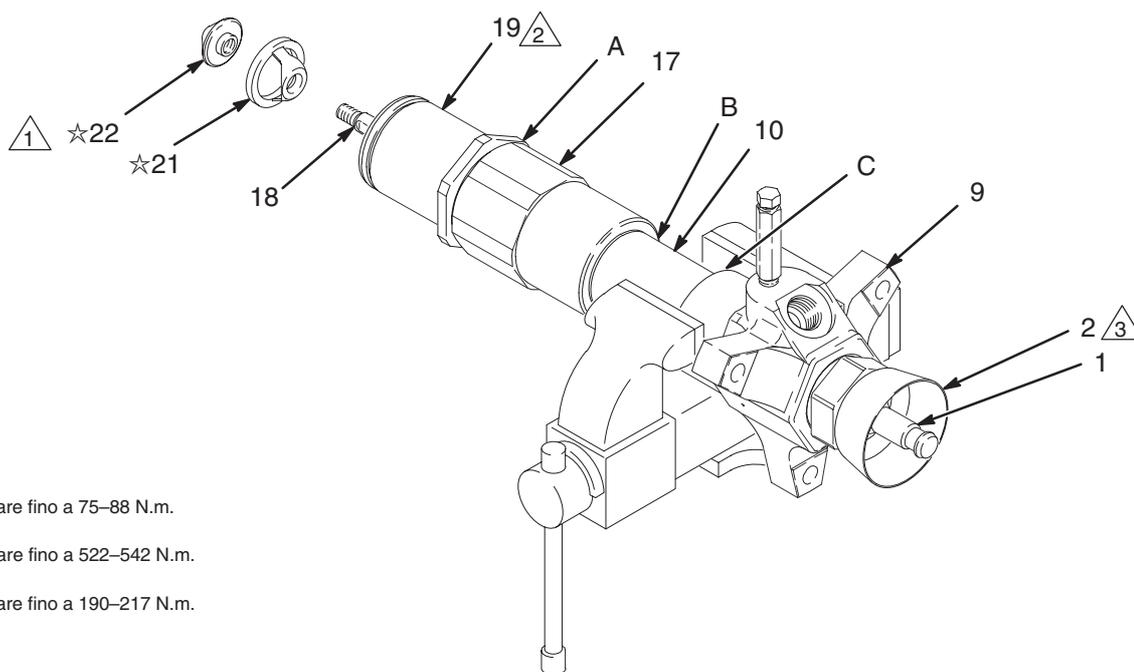

Fig. 4
1. Arrestare la pompa nel ciclo inferiore, con le rondelle dell'asta del pistone di adescamento (18) esposta al di sotto del cilindro di ingresso (19). Non è necessario scollegare il pompante dal motore, ma è possibile che sia necessario scollegarlo dalla piastra riscaldata.
3. Mantenere le viti dell'asta del pistone di adescamento (18) con una chiave regolabile ed utilizzare una seconda chiave per svitare la sede del pistone di adescamento (22) dall'asta. Far scivolare il pistone di adescamento (21) dall'asta. Ispezionare le superfici interne ed esterne del pistone (21) per scorie, usure o altri danni.
4. Fare scorrere il pistone di adescamento (21☆) sull'asta (18) fino a quando non si arresta. Mantenere l'asta (18) diritta con una chiave sulle rondelle, ed avvitare la sede (22☆) sull'asta con un'altra chiave. Serrare fino a 75–88 N.m. Vedere la Fig. 4.
3. Montare la pompa in una morsa, con il corpo dell'uscita (9) posizionato come illustrato nella Fig. 4 a pagina 11.
4. Rimuovere il pistone di adescamento (21) come descritto a pagina 11.
5. Usando una chiave per tubatura sul cilindro della presa esagonale (19), svitarlo dal corpo di ingresso (17). La pompa si può separare ai raccordo A, B o C.